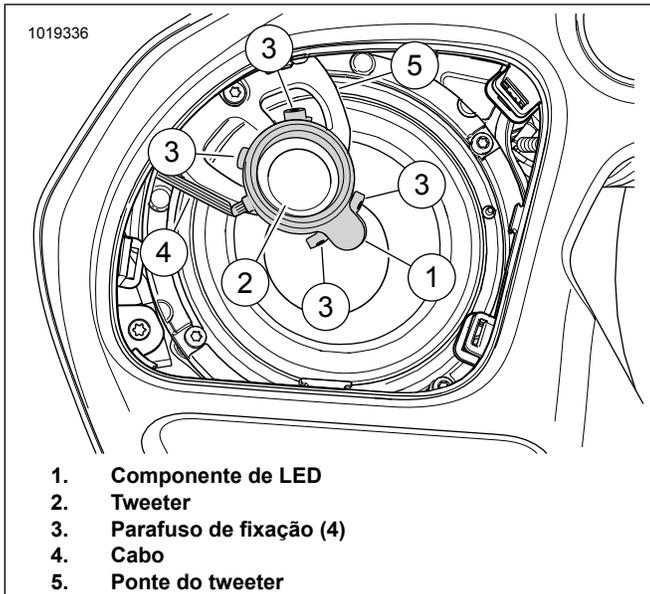

Figura 6. Alto-falante da carenagem esquerda do modelo FLTR
Veja a figura 6. Coloque o componente de LED (1) no tweeter (2) conforme mostrado. Aperte levemente o componente de LED no local.